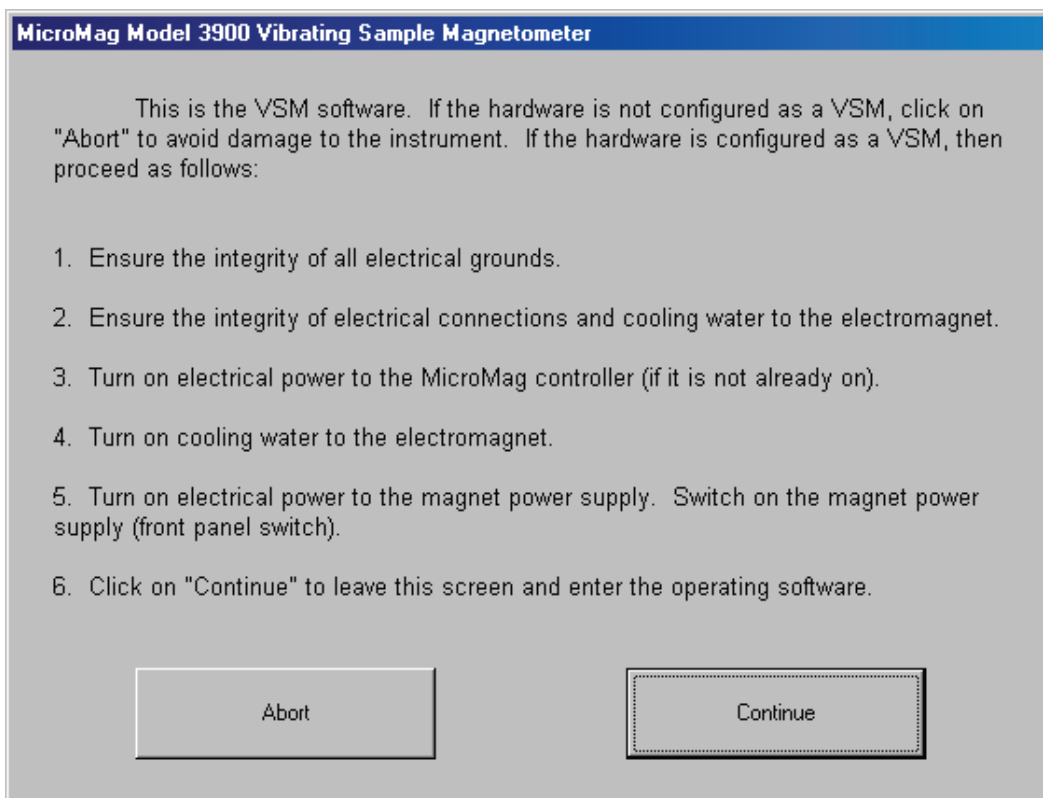

図 17 System Startup
- 3、コンピューター立ち上げ後、アプリケーションを起動するために MicroMag™のショートカットをダブルクリックします。このショートカットは Windowsの**Start Menu**の**Programs**サブメニューにあります。図17に示す**System Startup**スクリーンが最初に表示されます。表示されている事柄を確認し、**C**ontinue ボタンをクリックします。